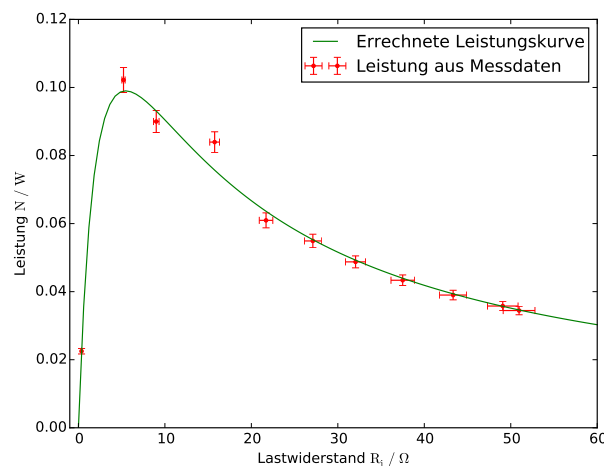

Abbildung 7: Leistung  $N(R_a)$  am Lastwiderstand
Abbildung 7 zeigt die theoretische Abhängigkeit der Leistung vom Widerstand (siehe (7)) und die Werte aus Tabelle 1.